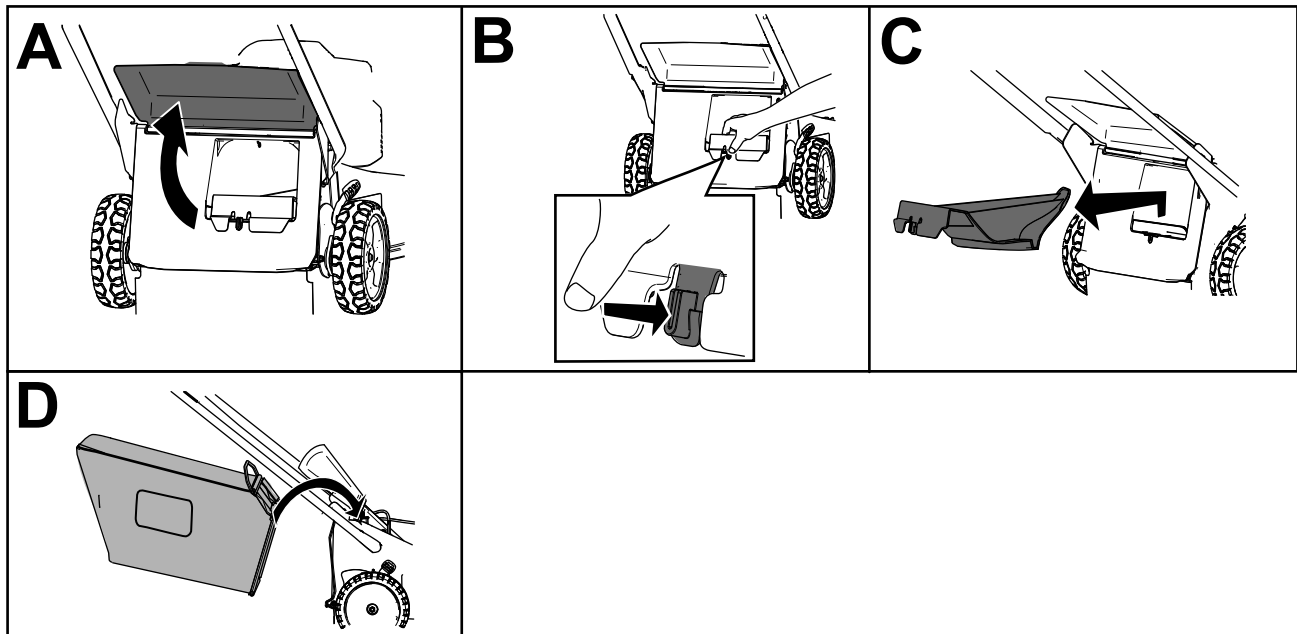

Figura 18
Notă: Pentru a debloca capacul, rotiți maneta de pe capac la dreapta (Figura 18).
3. Ridicai i meninei ridicat deflectorul spate (A din Figura 18).
4. Îndepărtați capacul evacuării posteriore prin împingerea înăuntru cu degetul a clichetului i îndepărtarea capacului de pe maină (B i C din Figura 18).
5. Instalai capetele tijei sacului în canelurile de la baza mânerului i deplasai sacul înainte i înapoi, pentru a vă asigura că ai fixat capetele tijei sacului pe părțile inferioare ale celor două caneluri (D din Figura 18).
3. Scoateți tija sacului pentru iarbă din canelurile de la baza mânerului (A din Figura 18).
4. Montați capacul evacuării (B din Figura 18).
5. Coborâți deflectorul spate (C din Figura 18).